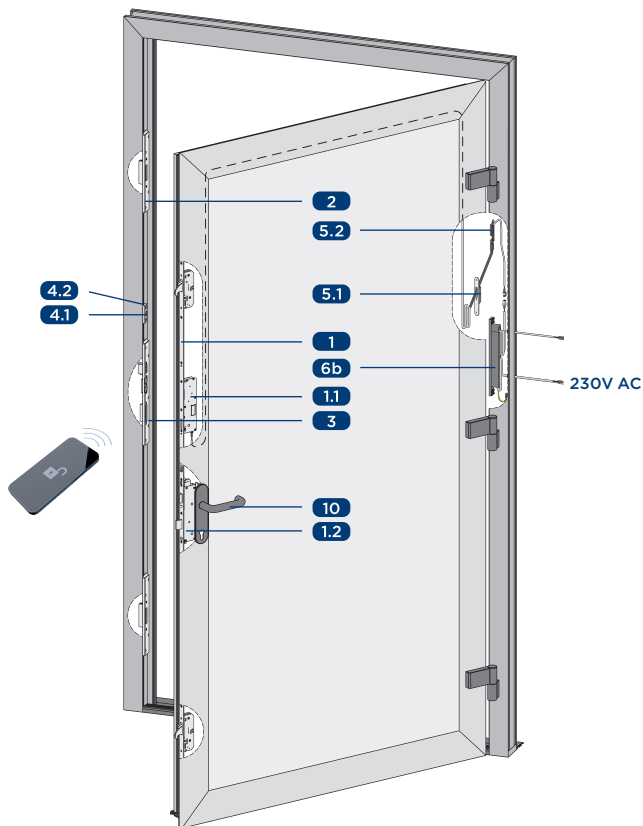

Abbildung 2-2: Verriegelung blueMatic EAV4/EAV4+ mit Einzelschließblechen und Zubehör sowie Rahmennetzteil 24V DC (EAV4+ mit App Ansteuerung)
5.2b	Abbildung 2-2: T-KÜ-T1 RT KABEL 0,6M RNT mit Steckverbindung zum Rahmennetzteil 24V DC (optional)
6b	Abbildung 2-2: Rahmennetzteil ** T-NETZTEILRAHM 24VDC 1,5A (2,5A/2s) BM+/EAV4 (optional) inklusive Kabel zum Anschluss exter- ner Zutrittskontrollen, z.B. Wechsel- sprechanlage, potentialfreier Kontakt